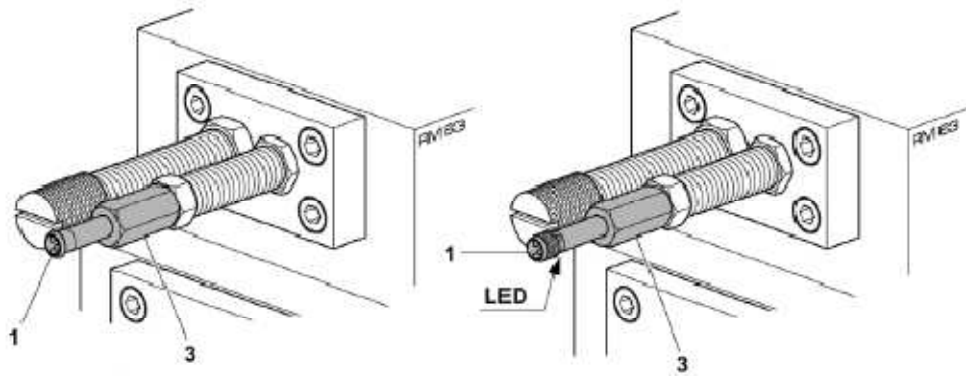

Fig.18
Zur Endlagenabfrage der RM werden steck- und schraubbare 6.5mm (1) oder 8x8 mm (2) Initiatoren mit Initiatorhalter (3) (siehe Fig. 18,19) eingesetzt.
Eine LED (Fig.18,19) am Initiator dient der Funktionsüberwachung bei der Endlagenabfrage. Ändert die LED bei der Endlagenabfrage ihren Schaltzustand nicht, ist er Initiator defekt und muss ausgewechselt werden!